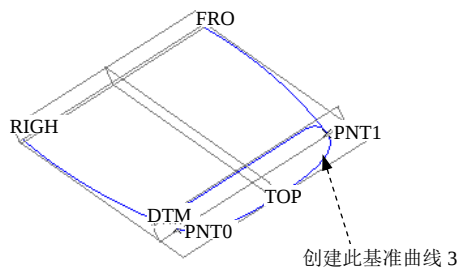

图 4.2.18 创建基准曲线
- ① 创建基准点时, 无须退出草绘环境, 直接单击  按钮。
- ② 选择基准曲线 1_1 或基准曲线 1_2 的顶点; 在“基准点”对话框中单击  按钮。
Step4. 创建图 4.2.18 所示的基准曲线 3, 相关提示如下: